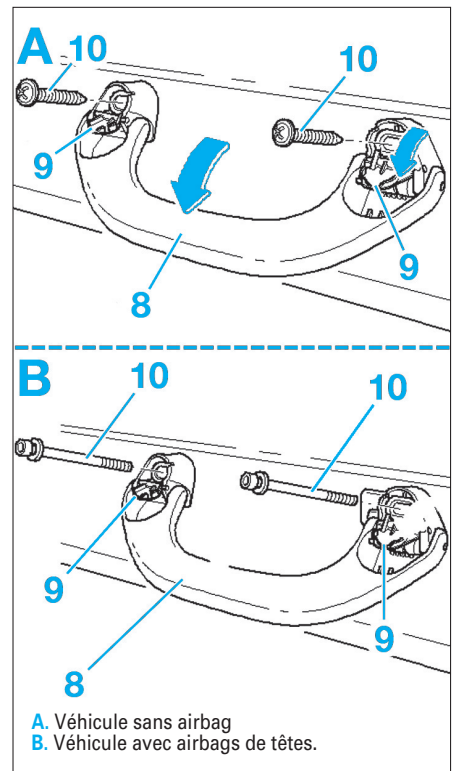

Fig. 27
- Rabattre les poignées (8) (Fig.27).